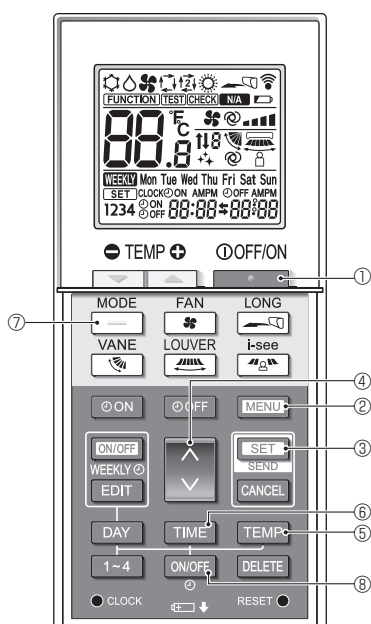

Fig. 7-9
O ecrã de definições Function (Função) é apresentado e o número da função (A) pisca. (Fig. 7-9)